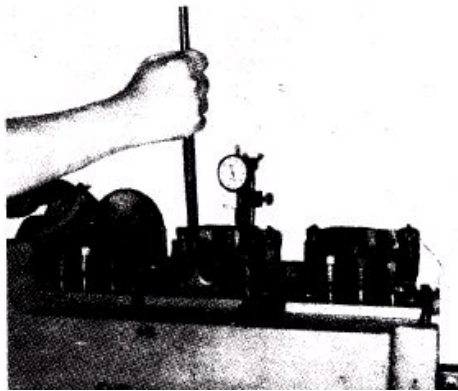

Рис. 2-54. (K114104). Передаточный качающийся рычаг.
- С помощью блока привода качающегося рычага 3375009 и опорной плиты (3375007) опустите толкатель форсунки и проверьте установку нуля (0), рис. 2-54. Дайте толкателю медленно подняться. Рабочий ход толкателя, измеренный индикатором, должен находиться в пределах диапазона значений, указанных в Таблице 2-19.